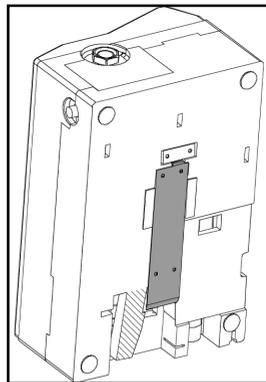

Bild 1
- Biegen Sie die untere Haltelasche (schraffierte Fläche) zur Seite und ziehen die Wandhalterung (grau eingefärbt) nach unten heraus, siehe Rückansicht Bild 1.